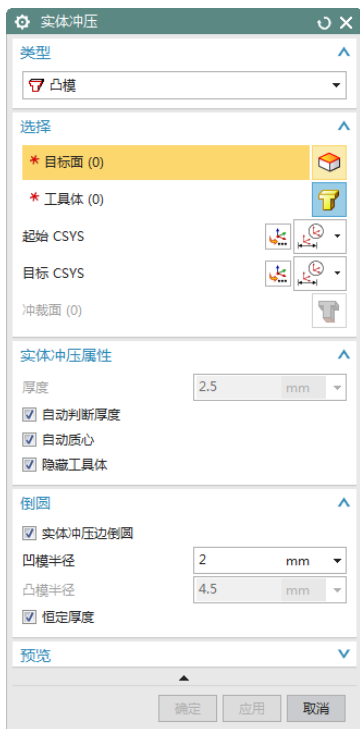

图 4-74 “实体冲压”对话框
(1) 单击“应用模块”选项卡“设计”面组上的“钣金”按钮 ，进入钣金环境。
(2) 选择“菜单(M)”→“插入(S)”→“冲孔(H)”→“实体冲压(S)...”，或者单击“主页”选项卡“凸模”面组上的“实体冲压”按钮 ，打开如图 4-74 所示钣金“实体冲压”对话框。选择“凸模”类型，勾选所有的复选框，并设置“凹模半径”为 2，“凸模半径”跟着自动更新，默认其他设置。